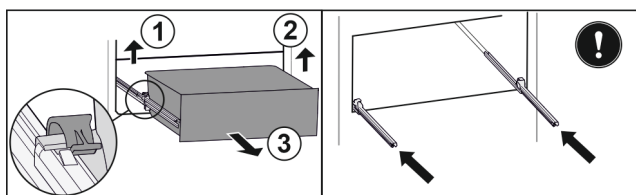

Fig. 43
- ▶ Zvedněte levou svorku a současně vytáhněte zásuvku vlevo dopředu. Fig. 43 (1)
- ▶ Zvedněte pravou svorku a současně vytáhněte zásuvku vpravo dopředu. Fig. 43 (2)
- ▶ Vyjměte zásuvku dopředu. Fig. 43 (3)